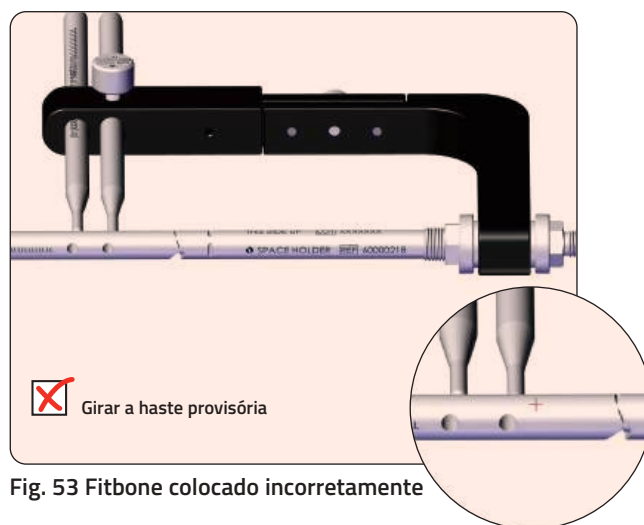

Fig. 53 Fitbone colocado incorretamente
3. O Fitbone está colocado incorretamente. (Fig. 53)